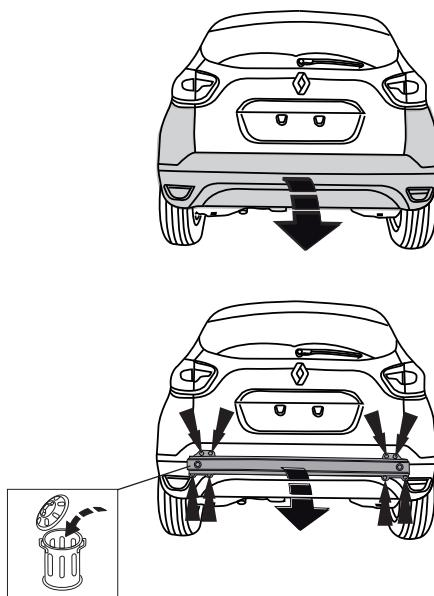

Fig. 1
1. Снять оба блока задних фар. Снять бампер вместе со стальным буферным бруском автомобиля. См. рисунок 1.